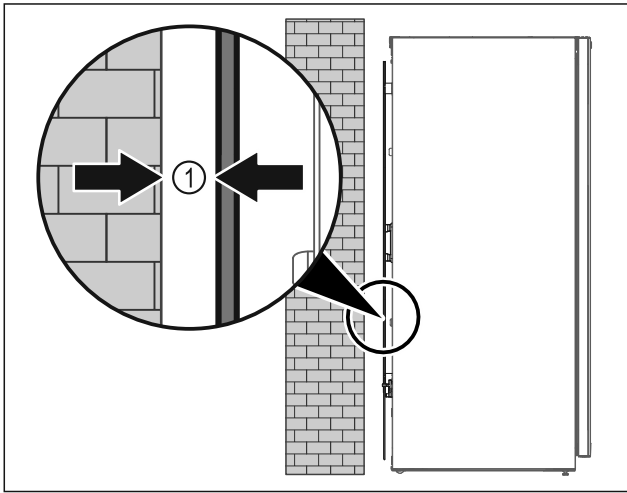

Fig. 45
- Placer l'appareil soit librement dans la pièce, soit directement contre un mur en respectant une distance minimale de 5 mm Fig. 45 (1).